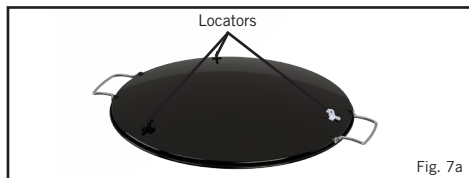

Fig. 7a
- Para preparar el Skottel Braai para su uso, coloque en la bandeja de la hornalla (F) para que los tres localizadores (V) (Fig. 7a) se acoplen correctamente con el borde de la circunferencia de la bandeja de la hornalla (F) asegurando una colocación estable.